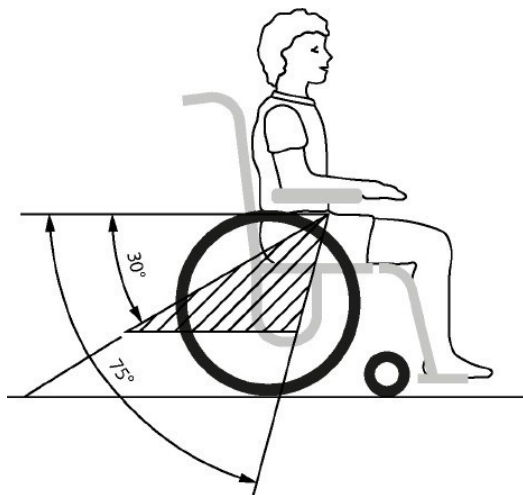

Figure 6
- 1- Positionnez la ceinture pelvienne basse sur le devant du bassin. Cette dernière doit autant entrer en contact avec le pelvis que les deux hanches de l'occupant. La ceinture pelvienne doit préférablement former un angle de 45 à 75 degrés par rapport à l'horizontale. Si cette norme ne peut être atteinte, une zone optionnelle de 30 à 45 degrés par rapport à l'horizontale peut être utilisée sécuritairement. (Voir figure 6)